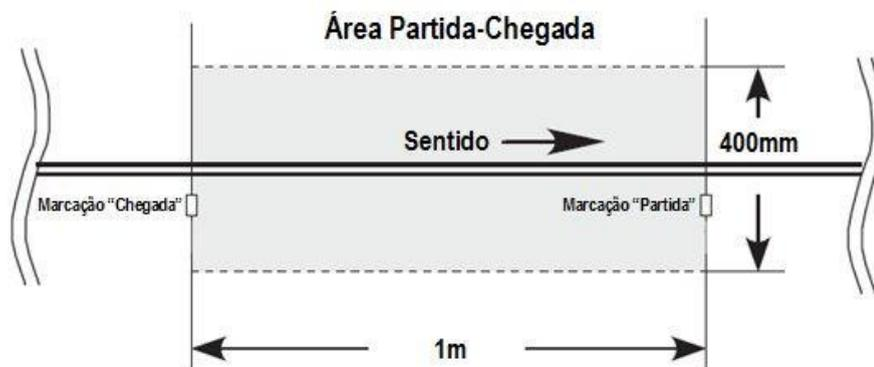

Figura 3: área de partida-chegada.
4.8 A área da pista a qual se estende entre o ponto de partida e o ponto de chegada, considerando 200 mm à direita da linha e 200 mm à esquerda da linha, é denominada “área de partida-chegada” (vide figura 3).